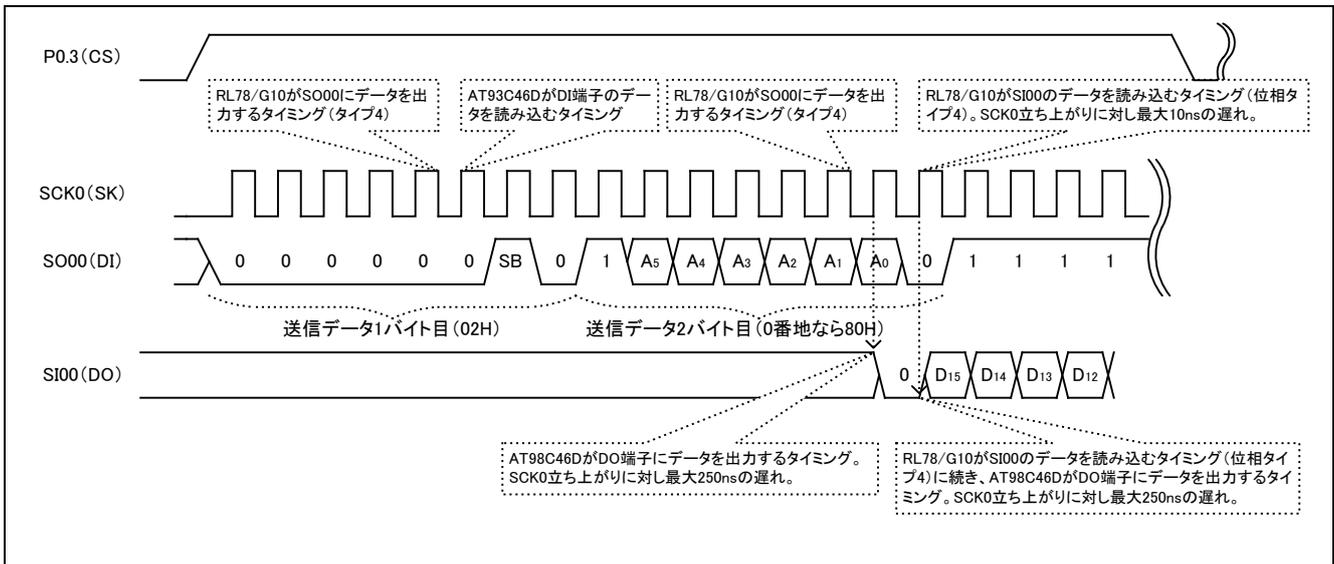

図 5.2 READ 命令実行時のタイミング
(5) 対向機器 (AT93C36D) に READ 命令 (データ読み出し) を実行します。0 番地から 63 番地までを順に読み出し、書き込んだデータと同じ内容が読み出せていることをデバッグ (CS+) の画面上で確認します。読み出し範囲は対向機器 (AT93C36D) の 0 番地から 63 番地までなので、READ 命令は 64 回実行されます。図 5.2 に、READ 命令実行時のタイミングを示します。
読み込むデータは、1 アドレスあたり 2 バイトです。読み出し命令は、スタートビット (1)、OpC (2)、アドレス (6)、タイミング調整のダミービット[値 0] (1)、データ読み出し中のクロック供給を促すためのダミービット[値 FFFFH] (16) の計 26 ビットを 4 バイトの送信バッファに後ろ (LSB) 詰め格納して送信します。つまり 1 バイト目は 00000010B、2 バイト目は 1A₅A₄A₃A₂A₁A₀B、そして 3 バイト目は FFH、4 バイト目も FFH となり、これを MSB ファーストで送信します。また、対向機器 (AT93C36D) はクロック立ち上がりのタイミングで DI 端子のデータを読み込みますが、DO 端子へのデータ出力もクロック立ち上がりのタイミングに同期します。そのため、本来であれば命令 3 バイト目から位相をタイプ 4 からタイプ 2 に変更するのが正しい方法ですが、AT93C46D の出力遅延時間が最大で 250ns であり、CSI00 のホールドタイムに比べて十分大きいことを考慮し、本アプリケーションノートでは位相タイプ 4 のまま送受信を継続させております。ただし、これはあくまで実験的な試みですので、お客様の開発におかれましては通信対向機器のデータシートをご確認いただき、仕様に合った設計をして頂きますようお願いいたします。図 5.2 に READ 命令実行時のタイミングを示します。